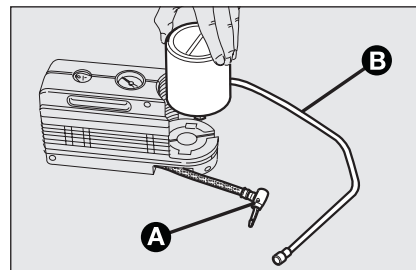

fig. 18
- débrancher le crabitto **A-fig. 18**;